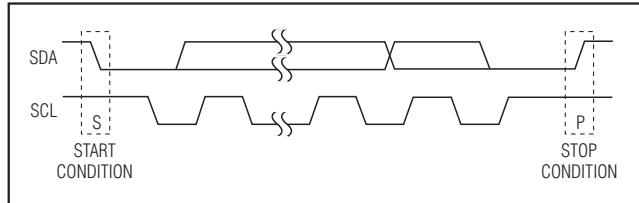

图2. START和STOP条件
每次传输过程包括：主机发送一个开始(START)条件，接下来发送MAX7323的7位从地址和R/W位，1个或多个数据字节，最后发送停止(STOP)条件终止传输(图2)。
串行接口空闲时，SCL和SDA均保持高电平。主机通过发出START (S)条件指示传输开始，START条件是在SCL为高时、SDA由高至低的跳变产生的。主机完成与从机的通信时，主机发出STOP (P)条件，STOP条件是在SCL为高时、SDA由低至高的跳变产生的。之后，释放总线，以进行下一次传输(图2)。